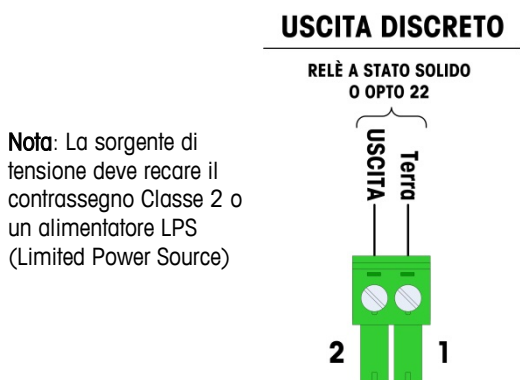

Figura 2-44: Connettore di uscita discreto della cella di carico analogica
- Nota per il cavo a quattro fili standard: se un aumento nel carico causa una diminuzione nella visualizzazione di peso, invertire i fili di segnale (+SIG e SIG). La illustra Figura 2-44 le definizioni del connettore di uscita discreto della cella di carico analogica.